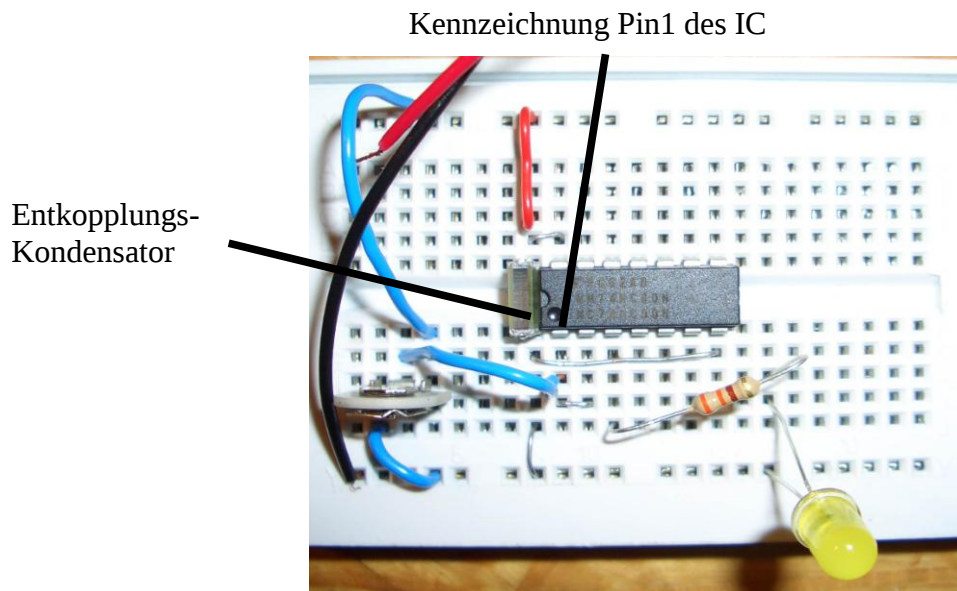

Abbildung 3: Nand Gatter auf Steckbrett
- In der Nähe von Pin 1 ist meist ein Punkt aufgedruckt oder eine Kerbe im Gehäuse (vgl. Abbildung 3). Fehlt eine solche Markierung, ist die entsprechende Seite des Gehäuses abgeschrägt.
- V_{cc} und V_{ee} sollten auf möglichst kurzem Weg über einen Kondensator miteinander verbunden werden, sodass die durch die Verbindungsleitungen entstehende Schleife und die darin eingeschlossene Fläche möglichst klein wird (siehe dünne Linie in Abbildung 3). Ein typischer Wert für den Puffer-Kondensator sind 100nF. Während der IC den Zustand wechselt benötigt er kurzzeitig einen großen Strom, der von diesem Kondensator geliefert werden kann.